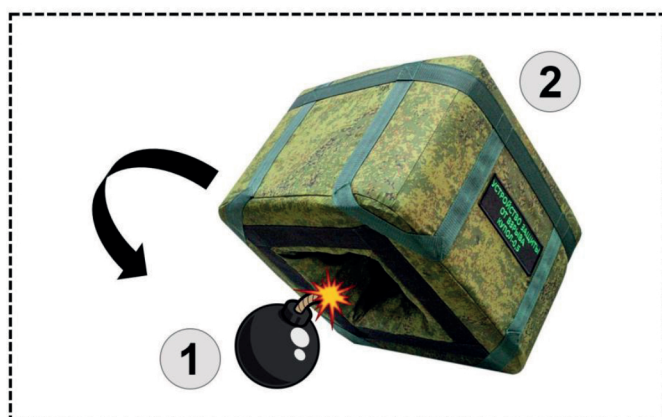

Рис. 1
2.3.2. Подозрительный предмет следует накрыть корпусом изделия до прибытия взрывотехников таким образом, чтобы подозрительный предмет поместился во внутренней полости корпуса изделия. (Рис.1)